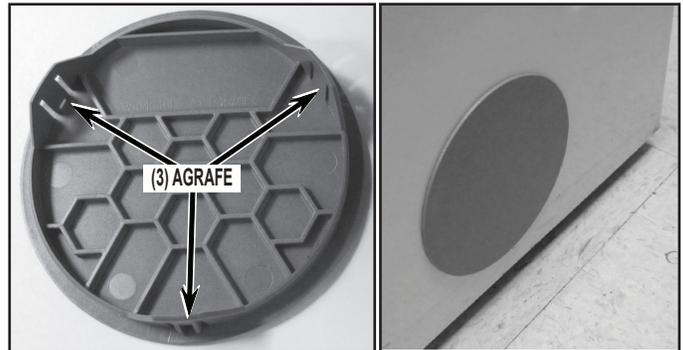

FIGURE 22
**REMARQUE :** Si la sécheuse était auparavant configurée pour la décharge par le côté (orifice de décharge ouvert, sans opercule arrachable) ou comporte un orifice additionnel sans opercule arrachable, installer depuis l'extérieur de la sécheuse l'opercule d'obturation en plastique fourni avec l'ensemble, pour obturer dans le panneau latéral le trou de sortie ouvert. Voir la *Figure 22*.